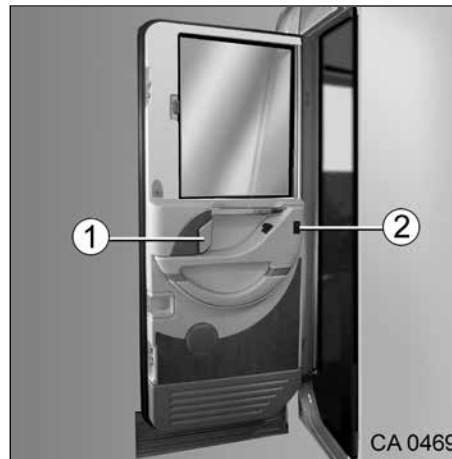

Fig. 29 Intérieur de la porte de cabine
- Tirer sur la poignée (Fig. 29, pos. 1). Le verrou de la porte est automatiquement déverrouillé.
- Appuyer sur le bouton (Fig. 29, pos. 2). La fenêtre s'ouvre/se ferme automatiquement.